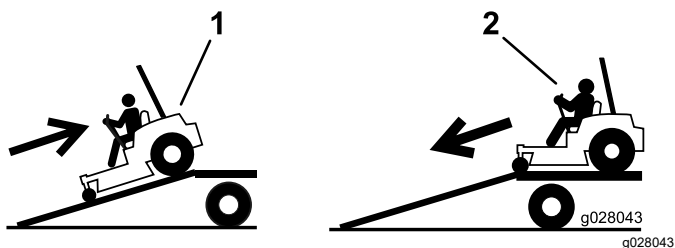

Рисунок 31
4. Пересувайтеся зворотним ходом вверх по рампі (Рисунок 31).
2. Пересувайтеся переднім ходом вниз по рампі (Рисунок 31).